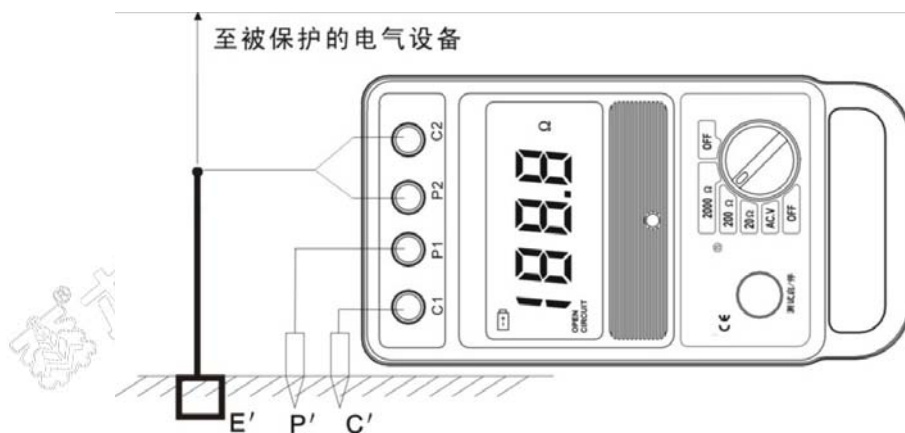

图 3
c. 三线法测量时(见图 3)，用一根双头测试线将 E' 连接到 C2、P2 测试孔，另 两测试线分别将 P' 连到 P1 测试孔， C' 连到仪表 C1 测试孔。